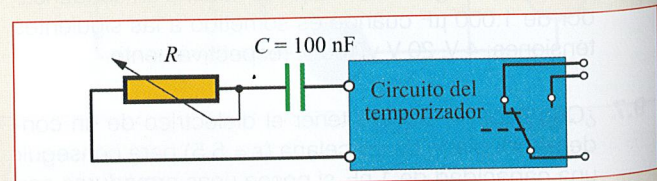

Figura 9.32.
9.5. En la Figura 9.32 se muestra el circuito de retardo RC para un temporizador. Calcula el valor al que habrá que ajustar la resistencia R para conseguir un tiempo de retardo ($t = 5 \cdot \tau$) de 1 minuto.